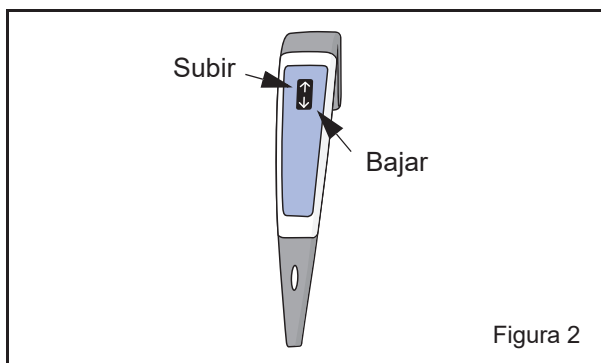

Figura 2
**Mando a distancia:** El mando a distancia se utiliza para la elevación y bajada del brazo. Las flechas de los botones indican los sentidos correspondientes (véase la figura 2). Si se suelta la presión sobre cualquier botón durante el uso, el movimiento motorizado se detendrá inmediatamente. El mando a distancia está unido a la grúa mediante un cable y dispone de un gancho (véase la figura 2) para poder colgarlo sobre la grúa.